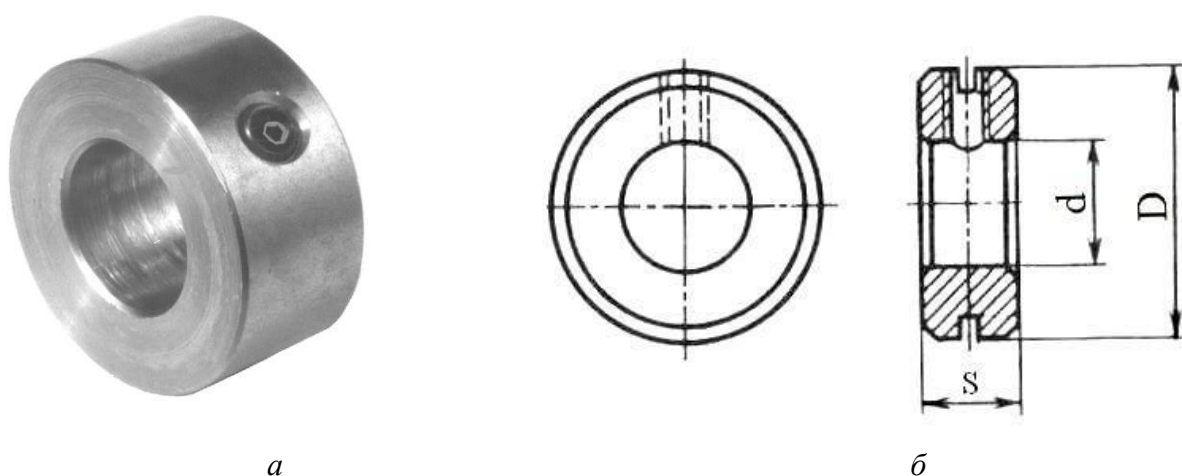

Рис. 1.15. Установочное кольцо:
15. Пользуясь «Марочником сталей и сплавов», выбрать марку стали для изготовления установочного кольца (рис.1.15). Производство колец серийное.